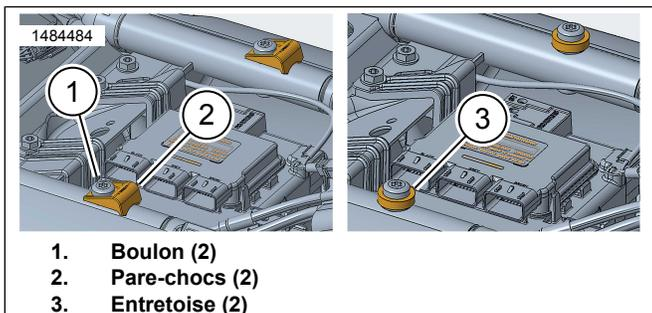

Figure 2. Retrait du pare-chocs / installation de l'entretoise
1. Voir la Figure 2. Retirer les pare-chocs.
- a. Retirer les boulons (1). Conserver.
- b. Retirer les pare-chocs (2). Jetez-la.
- c. Installer des entretoises (3).
- d. Installer des boulons (1) Équipement d'origine (OE) . Serrer.